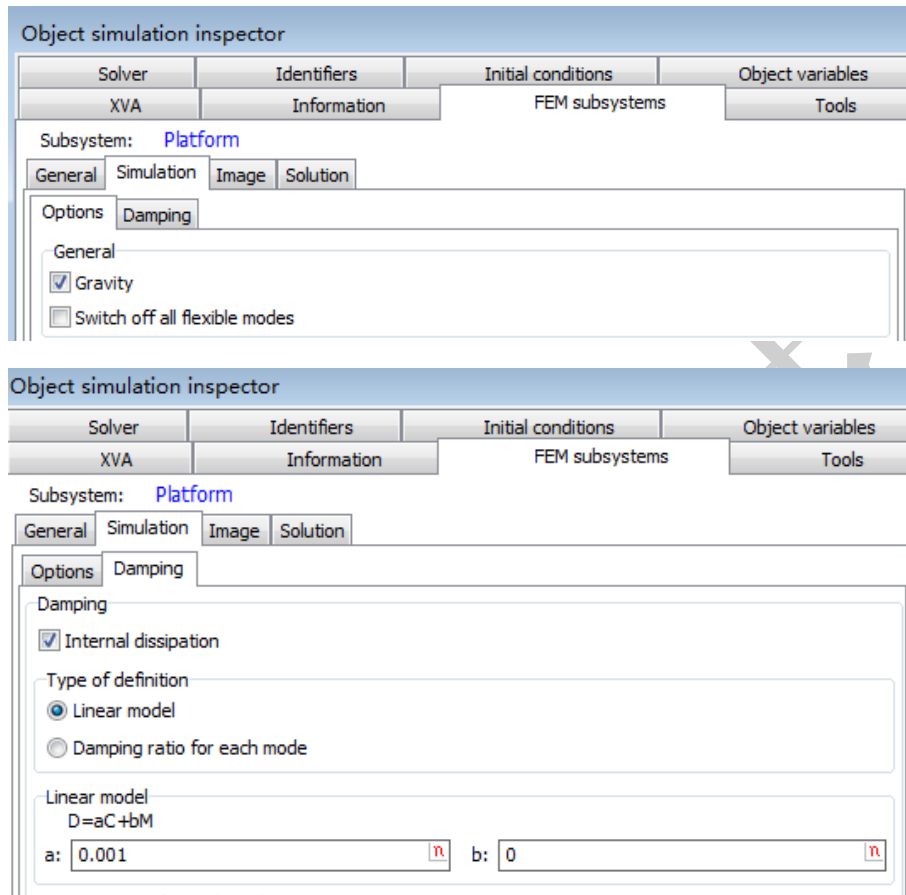

图 2.40
6. 在FEM subsystems | Simulation页面，保持Gravity选项为勾选状态，并设置阻尼相关的系数a为0.001，b为0，如图 2.40所示。
12. 在图 2.40所示界面勾选 **Switch off all flexible modes**。